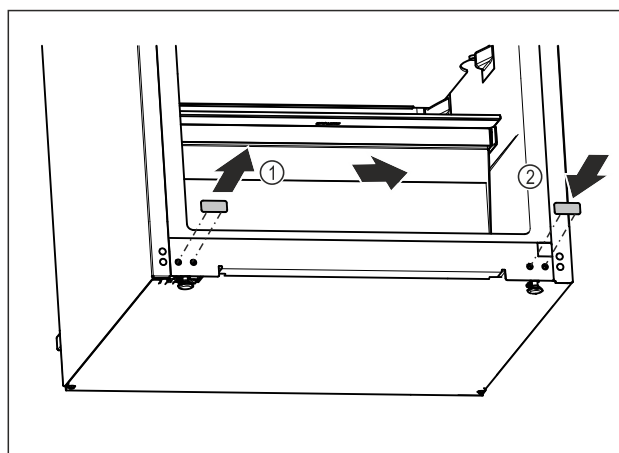

Fig. 13
- ▶ Træk dækproppen ud. Fig. 13 (1)
- ▶ Indsæt dækproppen på den modsatte side. Fig. 13 (2)